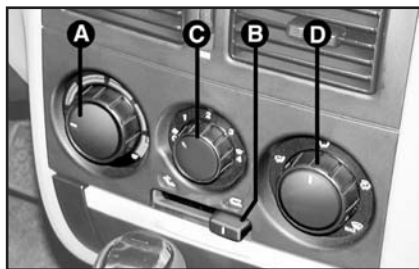

рис. 46
## ОРГАНЫ УПРАВЛЕНИЯ (рис. 46)
5) Кондиционер: нажать на ручку **C** (рис. 46).
Кондиционер очень полезен для отпотевания/оттаивания стекол, поскольку он осушает воздух. Достаточно установить органы управления в положение, соответствующее режиму отпотевания/оттаивания стекол, и ручкой **C** (рис. 46) включить кондиционер.